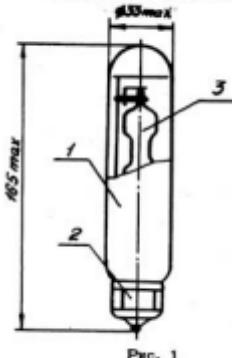

Рис. 1
2.2. Общий вид, габаритные, присоединительные размеры, тип шокола и масса должны соответствовать приложению 1 рис. 1.